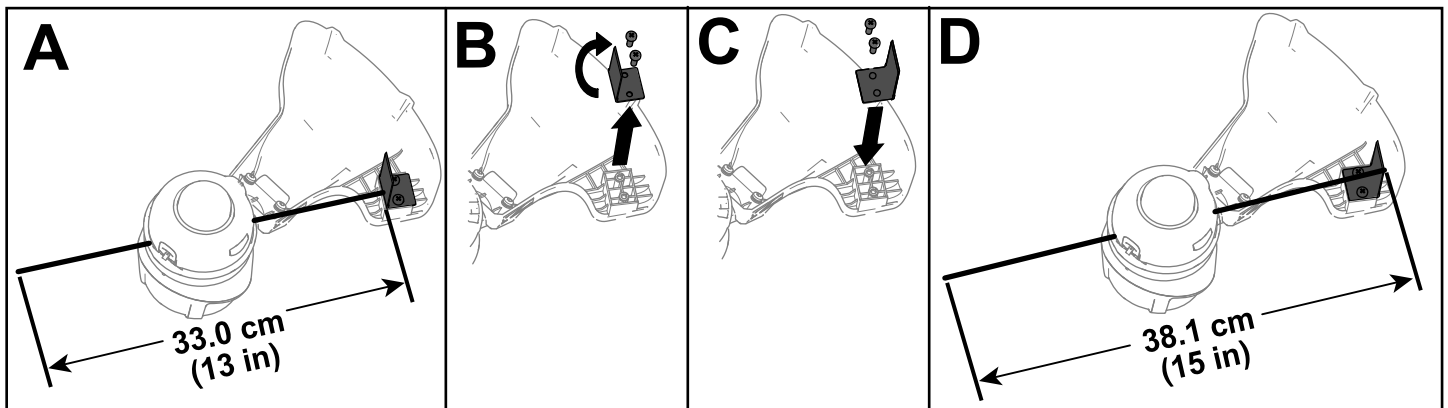

Figura 14
La desbrozadora viene de fábrica con una anchura de corte de 33.0 cm (13"), como se muestra en la Figura 14, A. Consulte las siguientes instrucciones para ajustar la anchura de corte a 38.1 cm (15"), como se muestra en la Figura 14, D.
1. Retire la pletina de anchura de corte de la parte inferior del protector retirando los 2 tornillos que la sujetan con la llave allen suministrada (Figura 14, B) y gire la pletina de anchura de corte 180°.
2. Instale la pletina de anchura de corte girada en el protector usando los 2 tornillos que retiró anteriormente (Figura 14, C).